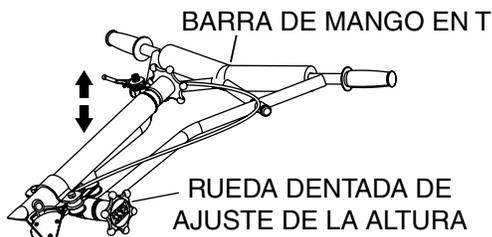

Figura 4. Ajuste de la barra del mango en forma de T
4. Para ajustar la altura del mango en forma de T, afloje la rueda dentada tal como se muestra en la Figura 4 y mueva la barra del mango en T a la posición deseada.